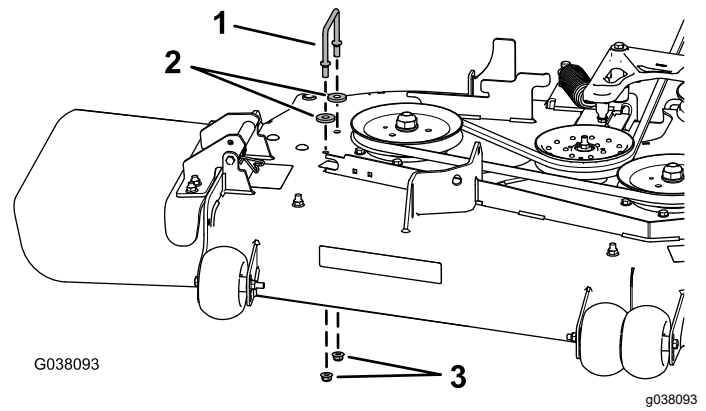

Bild 16
3. Entfernen Sie die Halterung der rechten Riemenabdeckung, **zwei Scheiben (nur 152-cm-Mähwerk)** und zwei Bundmuttern vom Mähwerk (Bild 16).